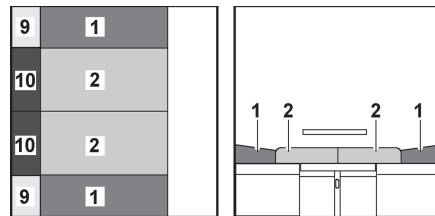

Fig. 141 Après la transformation
- Tirer les coussins d'assise (Fig. 141,2) vers l'avant et le milieu.
- Placer les coussins de dossier (Fig. 141,1) entre les coussins d'assise et la cloison.
- Placer les coussins supplémentaires (Fig. 141,9) entre les coussins de dossier et la cloison.
- Placer les coussins supplémentaires (Fig. 141,10) entre les coussins d'assise et la cloison.
- ▷ Suivant le modèle, deux petits coussins supplémentaires doivent être installés à la place du second coussin de dossier (Fig. 141,1) et du second coussin supplémentaire (Fig. 141,9).